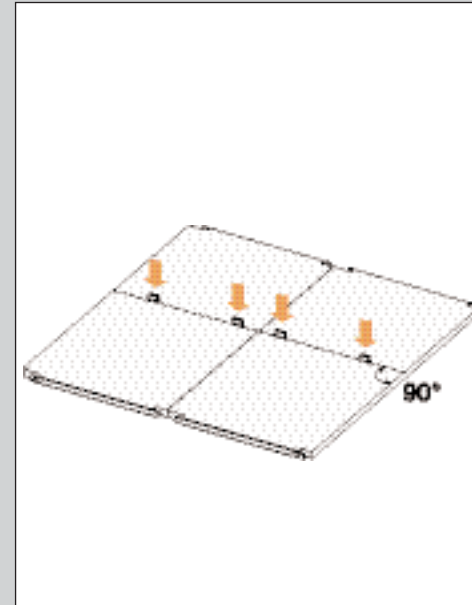

ABBILDUNG 86
- Markieren Sie die Stellen auf dem unteren und dem oberen Fachboden, an denen die Fachwände vorgesehen sind (siehe Abb. 86). Achten Sie auf die Ausrichtung der Fachboden.
- Schlagen Sie mit dem Hammer vier Nutenbleche pro Fachwand in die Fachböden (jeweils zwei unten und zwei oben, siehe Abb. 86).